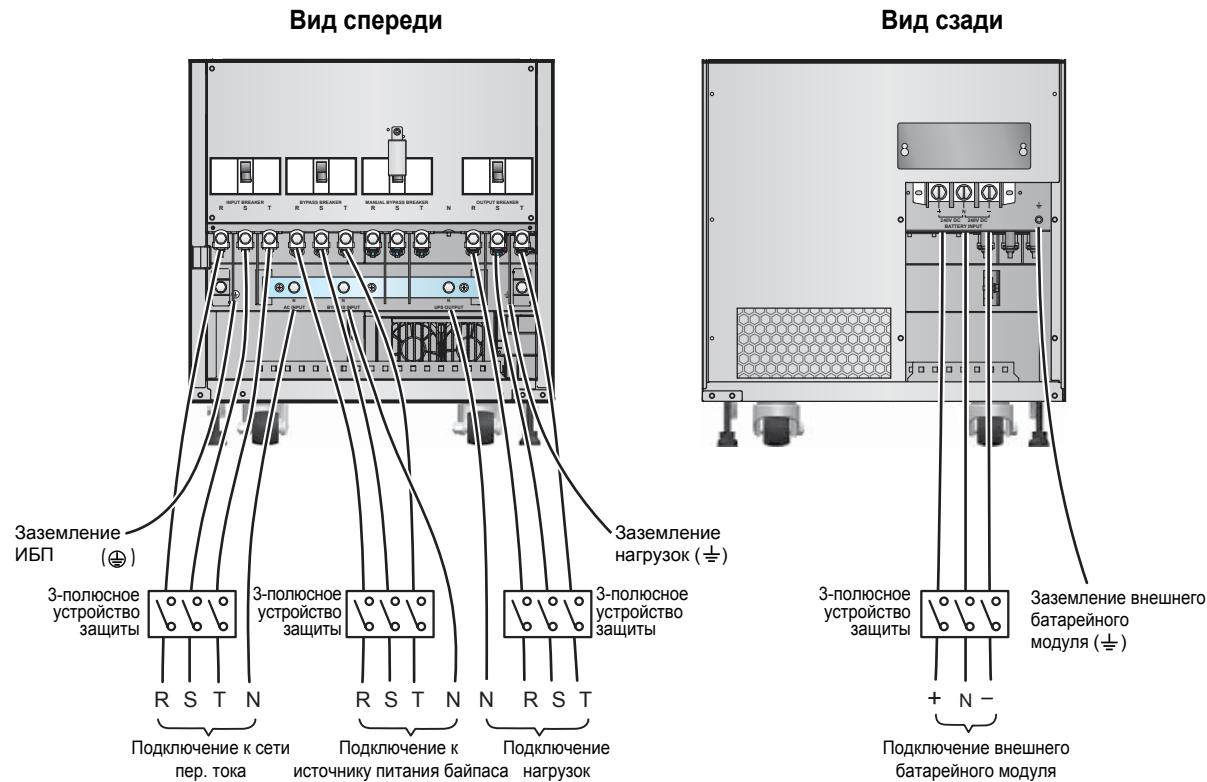

Рис. 6-12. Схема подключения одиночного ИБП 60 кВА в конфигурации с двумя входами
- 5 Подключите кабели электросети, выхода и внешнего батарейного модуля к блоку зажимов (см. Рис. 6-12~6-14).
На Рис. 6-12~6-14 показано подключение к электросети типа TN. Между ИБП и электросетью переменного тока установлено трехполюсное устройство защиты. При подключении к электросети типа TT установите четырехполюсное устройство защиты.
- Подключите кабели входов электросети и байпаса, а также кабели нагрузки и внешнего батарейного модуля к блоку зажимов (см. Рис. 6-12~6-14/6-16).